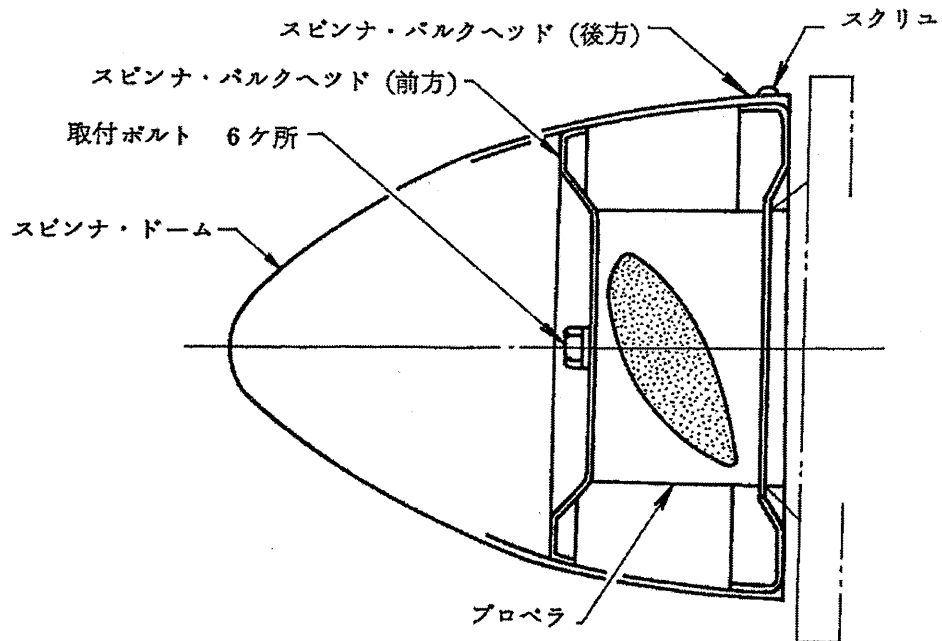

図5-1 固定ピッチ・プロペラ FA-200-160
5-2-2 固定ピッチ・プロペラ取り付け（図 5-1 参照）
- (1) プロペラおよびエンジンのプロペラ取り付けフランジの表面を清掃する。
- (2) 図 5-1 に示すように、プロペラおよびスピナバルクヘッド（前方および後方）の配置を定め、プロペラ取り付けボルトを取り付ける。
- (3) エンジンのプロペラ取り付けフランジにプロペラを取り付け、ボルトを締める。
- (4) ボルトの締め付けトルクは 300 ± 10 IN-LBS である。
- (5) ボルトに安全線をかけ、スピナドームを取り付ける。